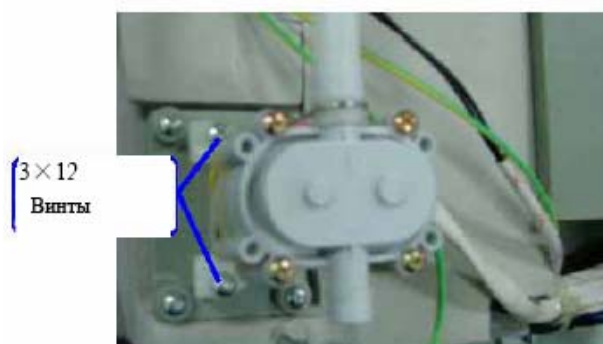

Рис. 8.1
- Открутите винты кронштейна водного насоса (Рис. 8.1);